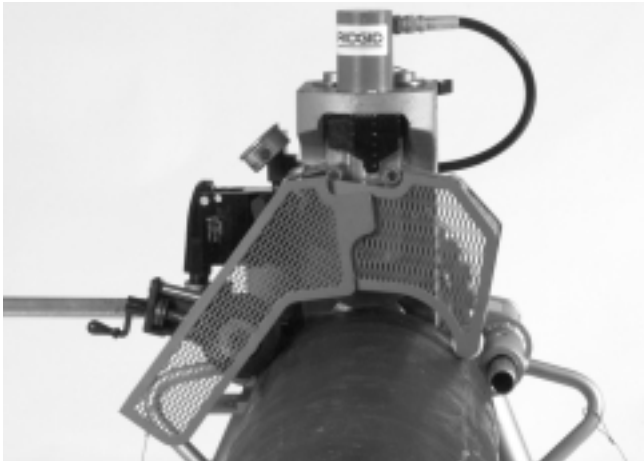

Figure 14 – Carters en position opérationnelle
2. Une fois le cylindre hydraulique sous pression et le galet supérieur en position de rainurage, le carter devrait se fermer en position opérationnelle comme indiqué à la *Figure 14*, et le carter côté utilisateur rentrera et sortira en fonction des réglages effectués par l'utilisateur.